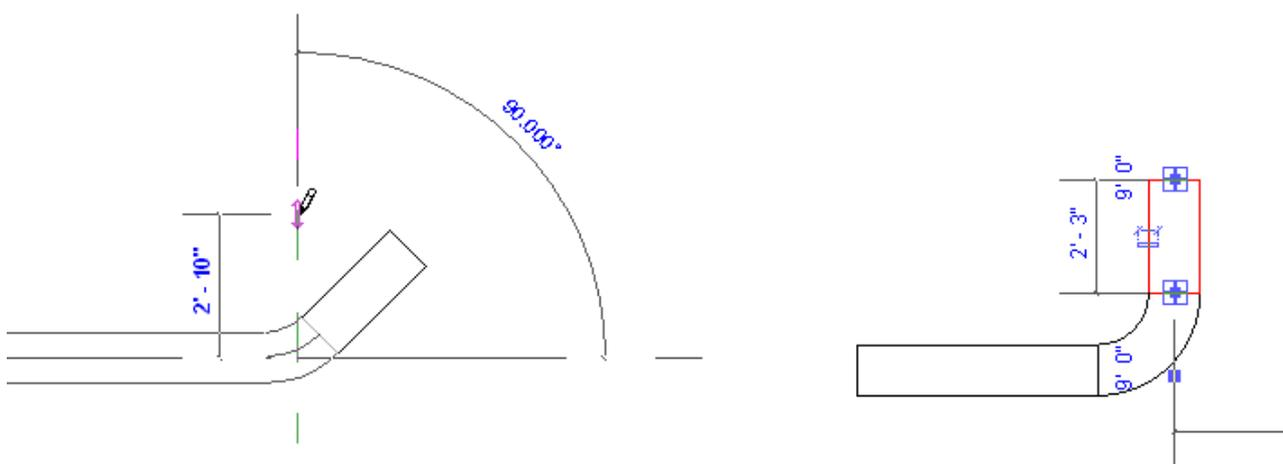

Рисунок 4.17 Изменение угла фитинга
3. Выберите соединитель на открытом конце новой секции и перетащите его до требуемого угла (рисунок 4.17).